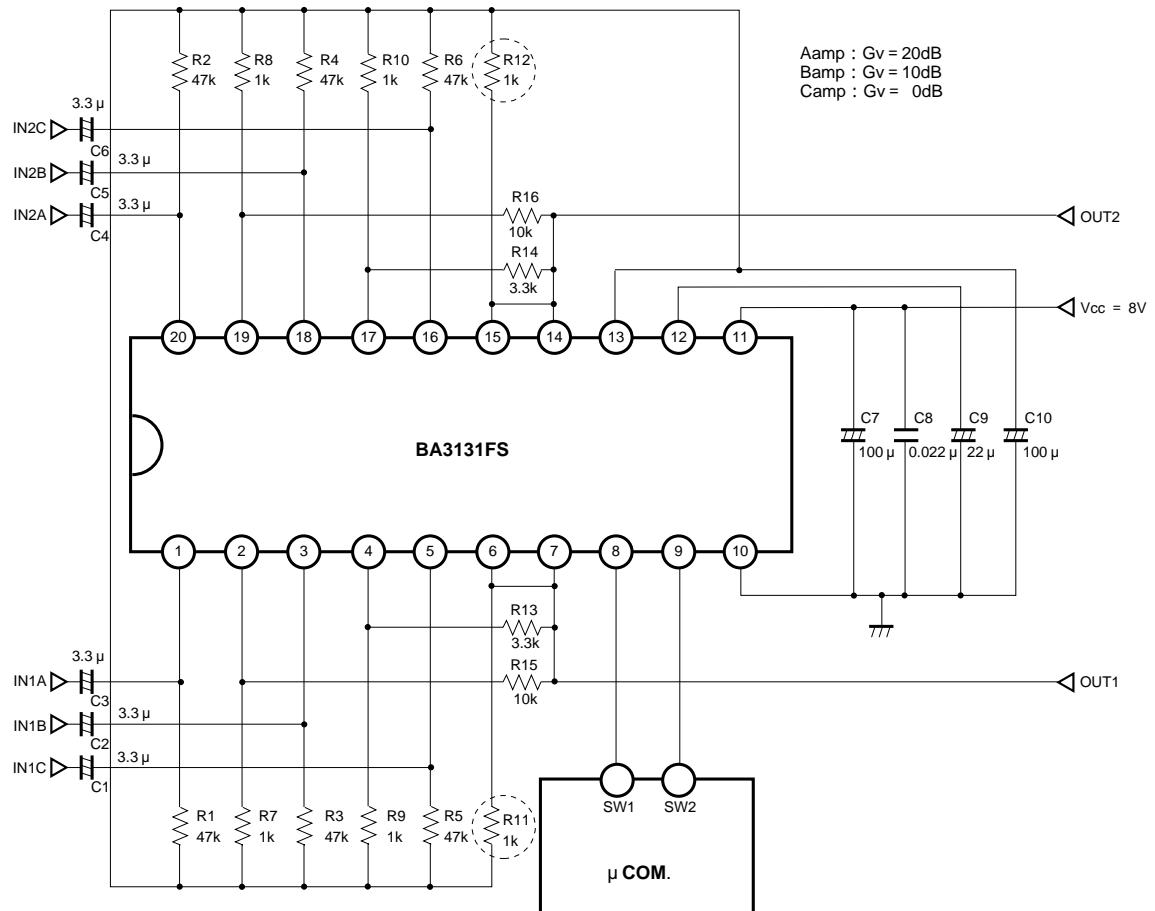

Fig.13
(2) 本ICは低ゲイン(0~20dB)でも安定にご使用いただけますが、200 pF以上の容量性負荷により発振の恐れがあります(容量200pF時の位相マージン10° Typ.(Ta=85°C,0dBポイント))。従いまして容量性負荷をご使用の際は十分にご注意ください。なお0dBバッファにてご使用の際は、応用例(Fig.13)のように負入力にも数kΩのバイアス抵抗(Fig.13のR11,R12(○印内))を挿入されることで容量性負荷に対してより安定にご使用いただけます。